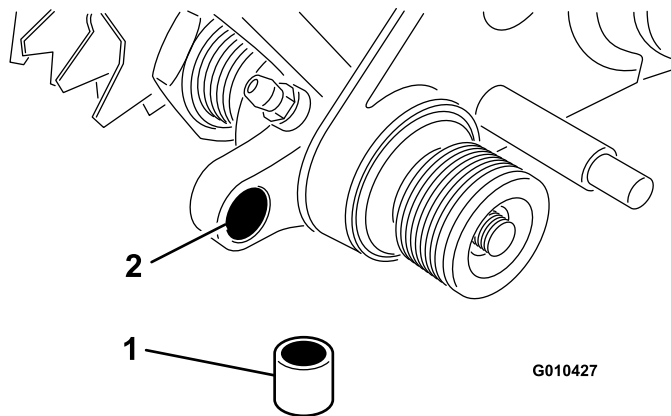

Figura 13
5. Introduzca un casquillo en el orificio del conjunto de transmisión izquierdo (Figura 13).